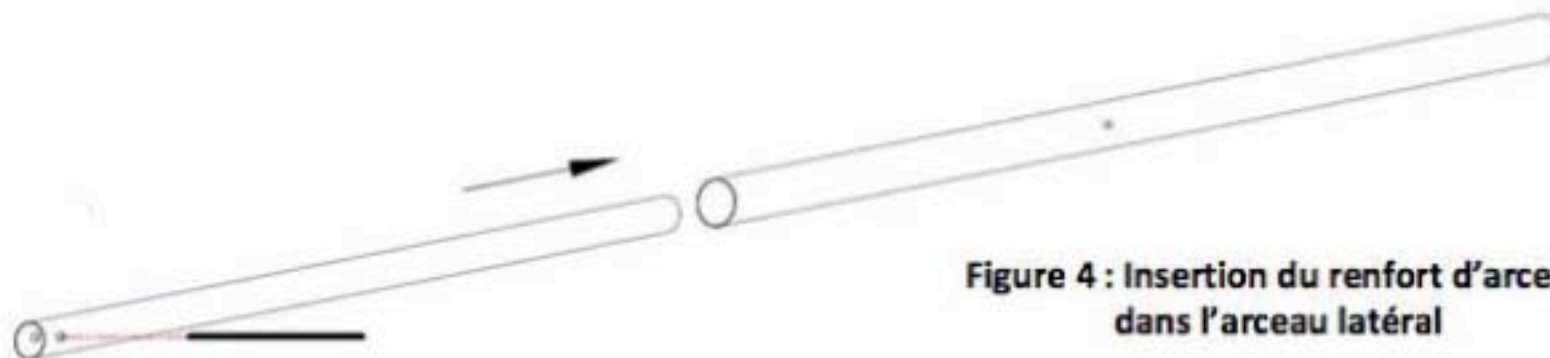

Figure 4 : Insertion du renfort d'arceau dans l'arceau latéral
- b) Insérer le côté du renfort d'arceau sans rondin dans le bas d'un arceau latéral, côté du perçage à 70cm du bord (Fig.4).